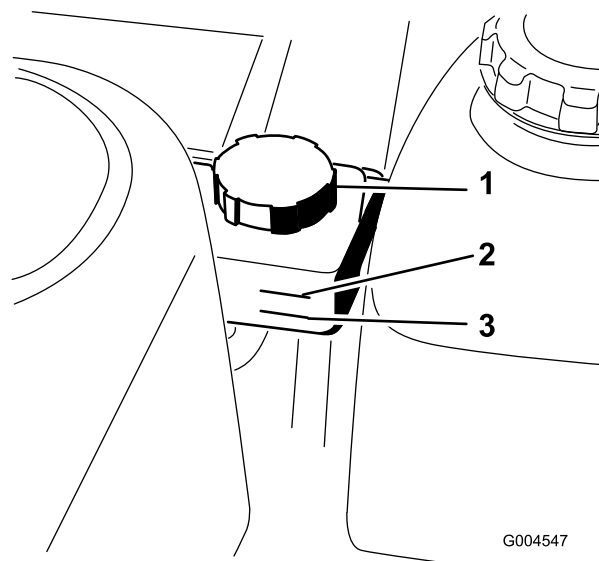

Figure 49
**Remarque:** Le niveau de l'huile hydraulique se contrôle de deux manières : quand l'huile est chaude et quand elle est froide. Le réservoir a 2 niveaux différents selon que l'huile est chaude ou froide (Figure 49).
2. Nettoyez la surface autour du réservoir hydraulique (Figure 49).
5. S'il est nécessaire de rectifier le niveau, retirez le bouchon du goulot de remplissage (Figure 49).
8. Ajoutez de l'huile jusqu'à ce qu'elle atteigne le repère "froid" sur le réservoir hydraulique (Figure 49).